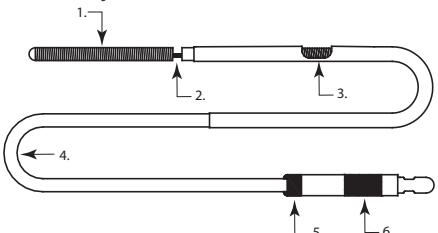

Figura 1
2. Avance lentamente a mola destacável Axium™ Prime para fora da bainha introdutora e para a palma de sua mão enluvada e verifique se existem irregularidades na mola ou na zona de destaque. Devido aos riscos potenciais de irregularidades, deve ser realizado um exame visual. Se existirem irregularidades, substitua por uma mola destacável Axium™ Prime nova (ver Figura 1).